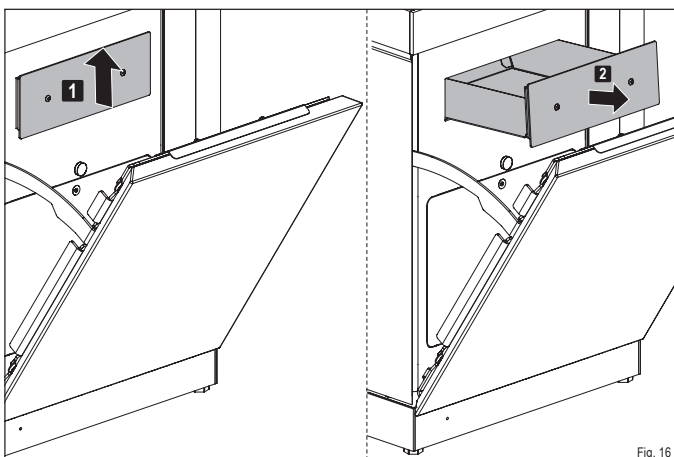

Fig. 16
- ▶ Tirez le bac à cendres hors de l'ouverture par le capot (Fig. 16). Videz les cendres dans un récipient résistant au feu.
- ▶ **Tirez le bac à cendres hors de l'ouverture par le capot (Fig. 16). Videz les cendres dans un récipient résistant au feu ou passez l'aspirateur.**
- ▶ **Faites glisser le bac à cendres dans l'ouverture (Fig. 16).**